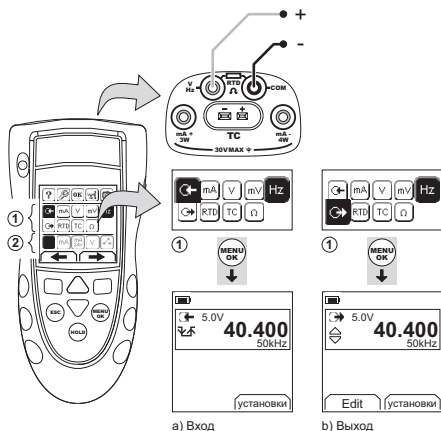

Рисунок 6: Пример конфигурации - Для измерения/подачи Гц или импульсов
1. Подключите прибор (Рисунок 6) и, при необходимости, отрегулируйте Настройка (Таблица 1).